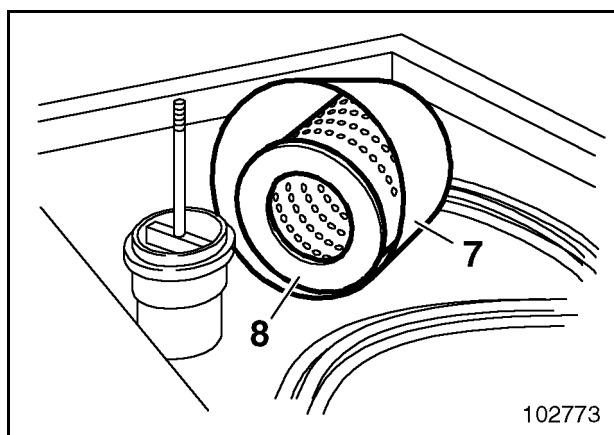

Fig. 3-125:
- Quitar la cubierta (7, Fig. 3-125:) y el elemento filtrante (8).